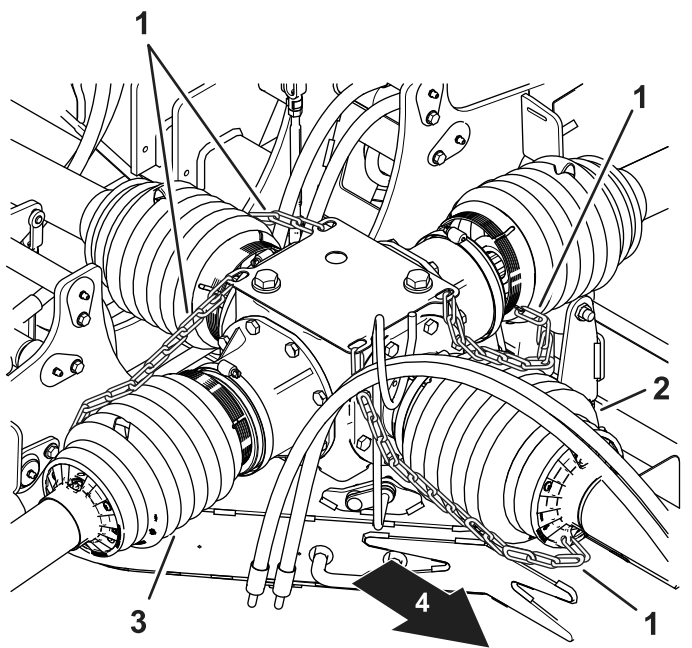
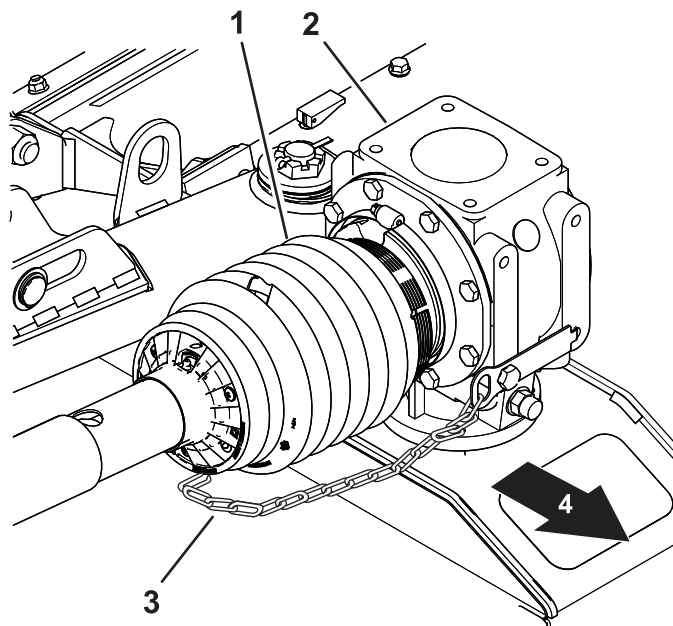
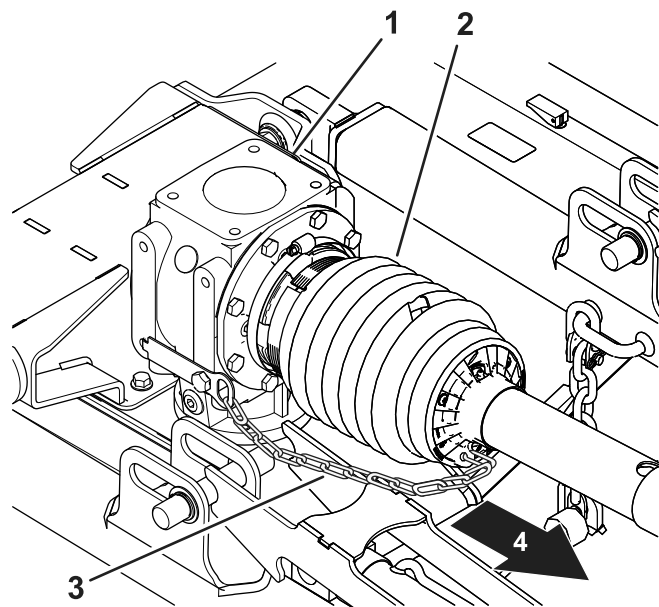
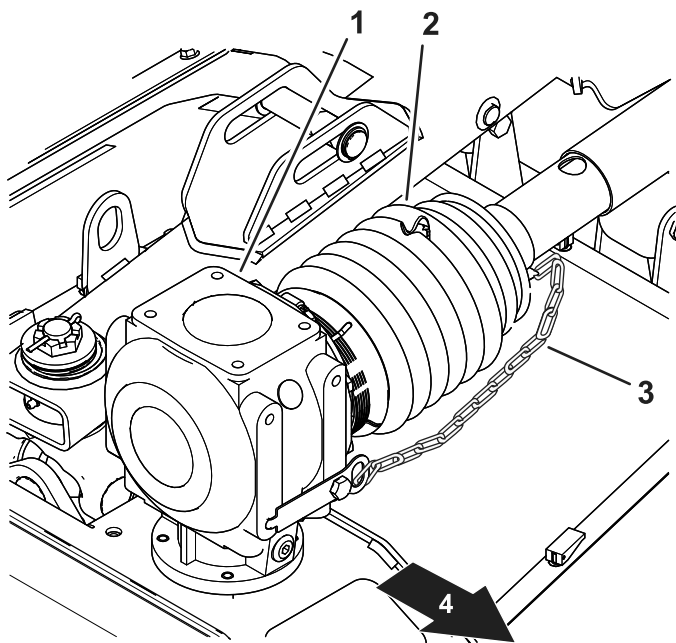

Figura 18
Figura 19
Figura 20
Figura 21
6. Compruebe que las cadenas de seguridad de los protectores del árbol de transmisión están conectadas a la caja de engranajes central y a las cajas de engranajes de cada carcasa de corte (Figura 18, Figura 19, Figura 20 y Figura 21).